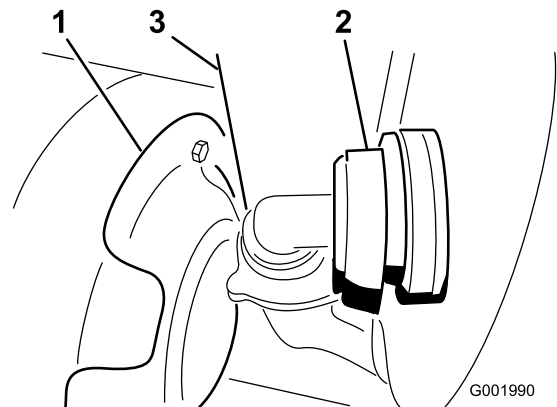

Bild 54
3. Schließen Sie den Schlauch im unteren Bereich vorne am Behälter ab (Bild 54).
Hinweis: Sie müssen das Wärmeschutzblech (Bild 54) möglicherweise zurück drücken, um die Abdeckung abzunehmen.
- Schließen Sie den Schlauch vorne am Tank an (Bild 54).